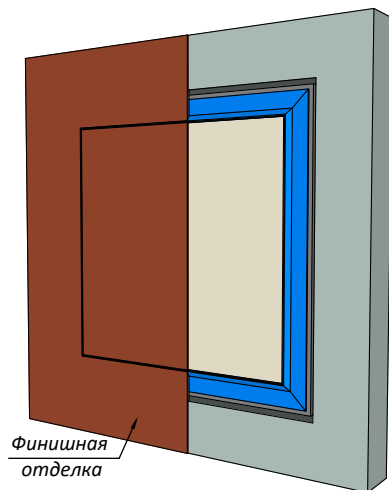

Рис. 7
11. Покрасьте стену и дверцу люка (Рис.7).